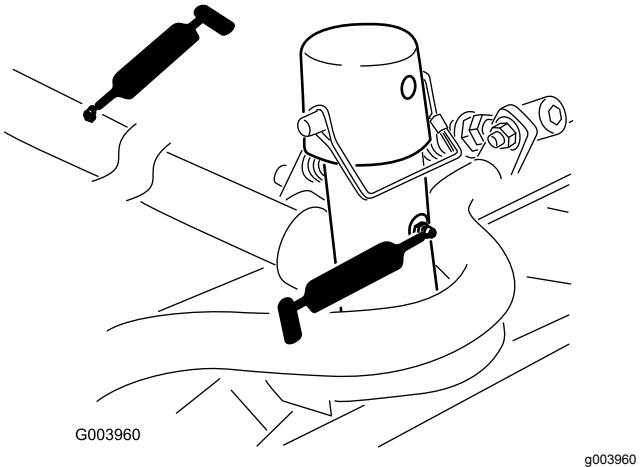

Figura 40
- Telaio portante e perno dell'apparato di taglio (2 cad.) (Figura 40)